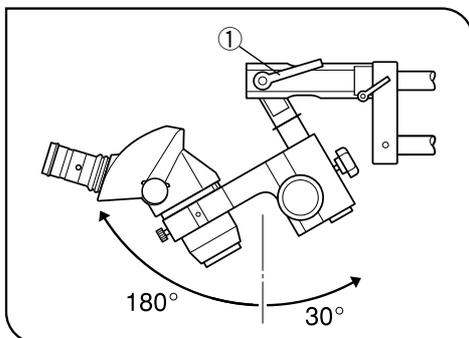

図 19
4) ティルティングクランプレバー①をゆるめることにより鏡体を前後に傾けることができます。(図19)